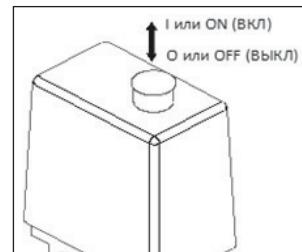

Рис. 6
- Проверьте, чтобы выключатель на реле давления находился в выключенном положении «О» / «OFF» (в зависимости от исполнения) (Рис. 6).
- Включите компрессор выключателем на реле давления. Для этого необходимо переключить выключатель в положение «I» или «ON» (в зависимости от исполнения) (Рис. 6).
- Выключите компрессор выключателем на реле давления. Для этого необходимо переключить выключатель в положение «0» или «OFF» (в зависимости от исполнения) (Рис. 6). После этого остановится электродвигатель и произойдет сброс давления из нагнетательного воздухопровода и поршневого блока.